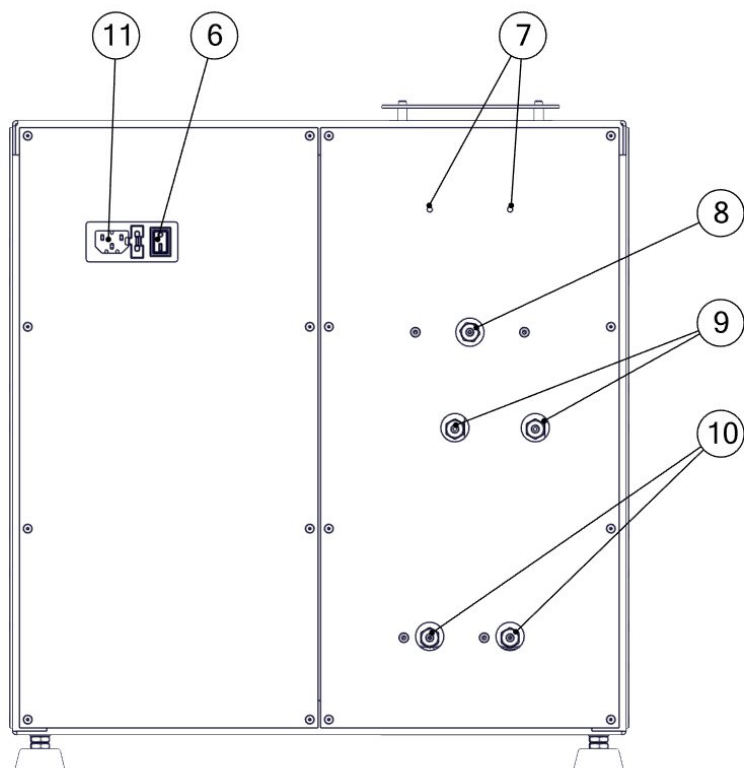

Рис. 7-3 – Вид сзади
1. Отключите Прибор для измерения прочности на разрыв, поставив тумблер, расположенный на задней панели машины (рис. 7-3, поз. 6), в положение OFF.
5. Снимите пластиковые заглушки на обоих сливных патрубках, расположенных на задней стороне машины (рис. 7-3, поз. 10).
12. Снимите пластиковые заглушки на обоих патрубках для заливки масла, расположенных на задней стороне машины (рис. 7-3, поз. 9).
14. Установите пластиковые заглушки на впускных каналах (рис. 7-3, поз. 9), расположенных на задней стороне машины.
2. Включите Прибор для измерения прочности на разрыв, переключив тумблер, расположенный на задней панели машины (рис. 7-3, поз. 6), в положение ON.